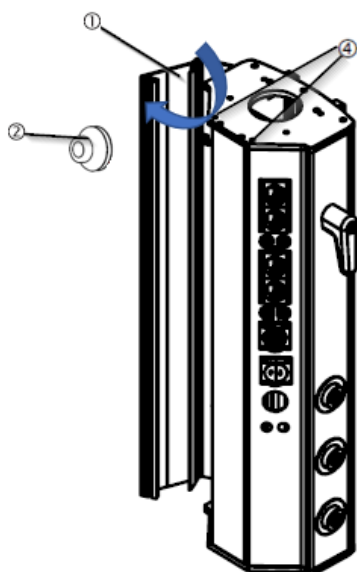

Fig. 6 Ouverture des côtés d'une tête de service
- Dévissez les 4 vis à tête fraisée M6 x 16 ② DIN 935 à l'aide d'un outil Allen, comme indiqué dans la figure 6.
- Retirez le couvercle en polycarbonate ① et rangez-le dans un endroit sûr. Le module d'éclairage est visible.